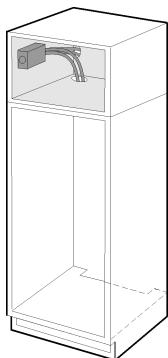

Fig. 4
- Respete las medidas que se especifican en la Fig. 4 para poder sustituir el filtro y retirar la tapa. Según la situación de montaje específica, los dos tubos flexibles del filtro de agua se pueden conducir por la parte trasera o por el fondo del mueble.